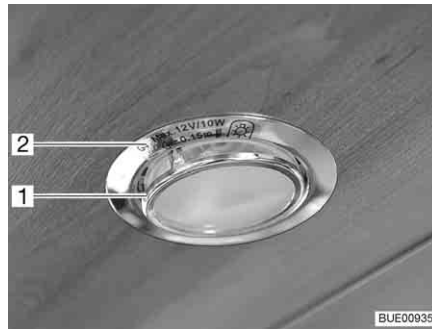

Fig. 268 Lámpara halógena empotrada (plana)
La lámpara halógena empotrada (Fig. 268,2) está hundida en el panel.
- Sacar el anillo de cubierta interior con lámina de vidrio (Fig. 268,1) de la carcasa haciendo palanca con una herramienta apropiada (p. ej. un destornillador).